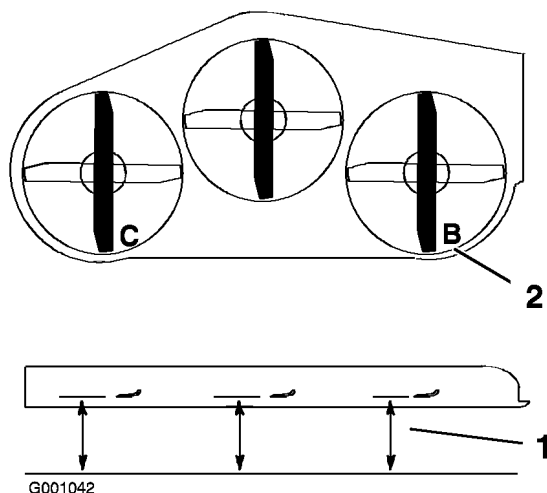

Figure 63
1. Tournez la lame **droite** dans le sens longitudinal (Figure 63).
2. Mesurez la distance au point **B** entre la surface plane et le tranchant de la pointe de la lame droite (Figure 63).
4. Tournez la lame gauche dans le sens longitudinal (Figure 63).
5. Mesurez la distance au point **C** entre la surface plane et le tranchant de la pointe de la lame gauche (Figure 63).